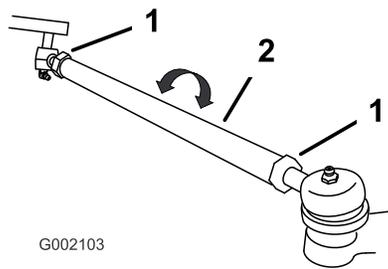

Figura 43
3. Se la misura non rientra nel range previsto (vedere le dimensioni e i parametri riportati all'inizio di questa operazione), allentate i controdadi da ambo i lati dei tiranti (Figura 43).